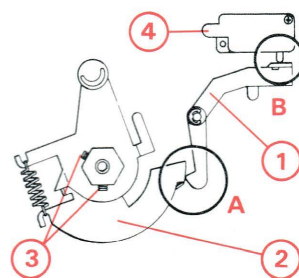

Fig. 13
a) FONCTION ARRÊT (fig. 13)
- 2°) Desserrer les vis (3) et positionner l'ensemble leviers (2) pour obtenir un réglage comme indiqué sur la figure (repère A).
- 3°) Bloquer les vis (3).
- 4°) Vérifier que le levier (1) prenne appui sur le micro-contacteur (4) (repère B), sinon déplacer la plaque support du micro-contacteur comme indiqué au 3°) du § b jusqu'à l'obtention du réglage correct.